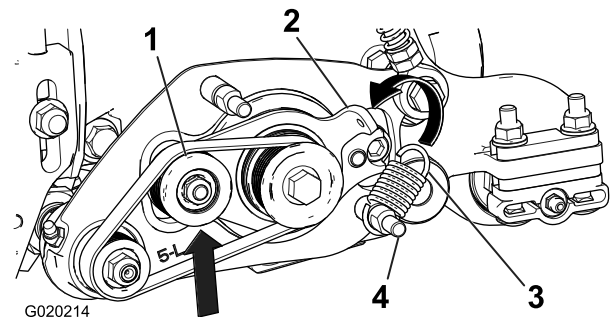

Bild 13
29. Haken Sie die Spannscheibenfeder um die Rille am unteren Bolzen der Groomerplatte, drücken Sie die Spannscheibe nach oben und haken Sie das freie Ende der Feder in das Loch in der Nase an der Spannplatte ein (Bild 13). Stellen Sie sicher, dass das offene Ende des Federhakens zur Antriebsscheibe zeigt.